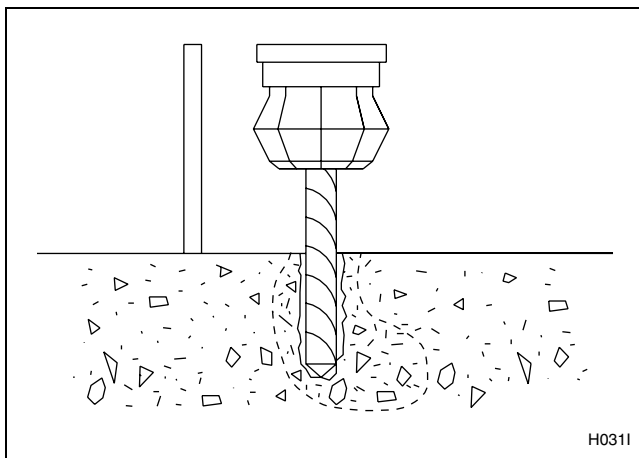

Figura 14
4. Perfore y cincele un agujero cónico suficientemente grande para que acepte el perno en J. Consulte la *Figura 14*.